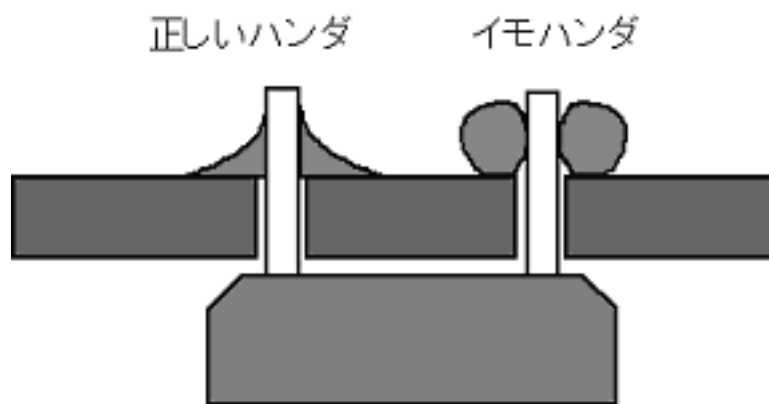

図 22: 正しいハンダとイモハンダ
- [] 図 22 にあるように、イモハンダといって、基板や銅箔とハンダが点で接触している箇所がないか？部品の本体をグラグラ揺らしてハンダ付け箇所のリードが動く場合、ほぼ確実にイモハンダです。イモハンダは時間が経過すると剥離してしまうので、見つけたらハンダ付けをやり直します。